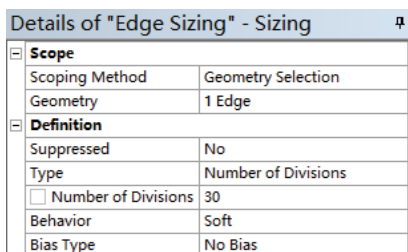
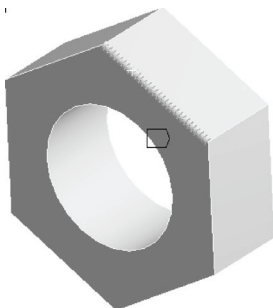

图 4-32 细节窗口
图 4-33 设置对象
6) 设置细节窗口中的 Type 为 Number of Divisions，并设置 Number of Divisions 为 30，其余默认，如图 4-32 所示；设置得到的模型如图 4-33 所示。